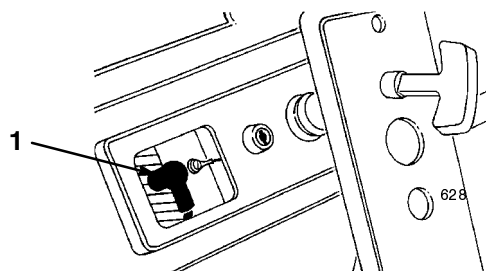

Bild 20
5. Ziehen Sie den Zündkerzenstecker ab (Bild 20).
1. Entfernen Sie die drei Schrauben, mit denen das Instrumentarium am Gehäuse befestigt ist (Bild 20).
3. Entfernen Sie die drei Schrauben, mit denen das Instrumentarium am Gehäuse befestigt ist (Bild 20).